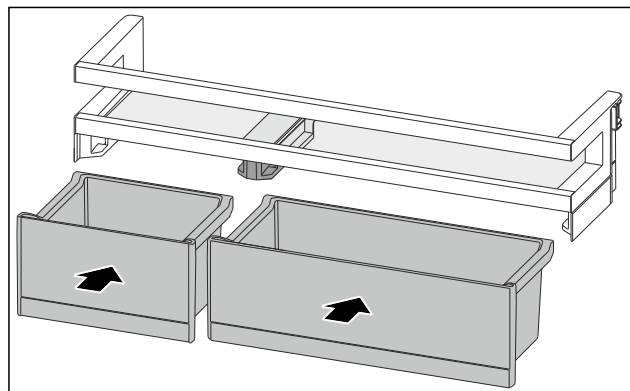

Fig. 173
- Installer les VarioBoxs dans l'agencement inverse. (voir Fig. 173)